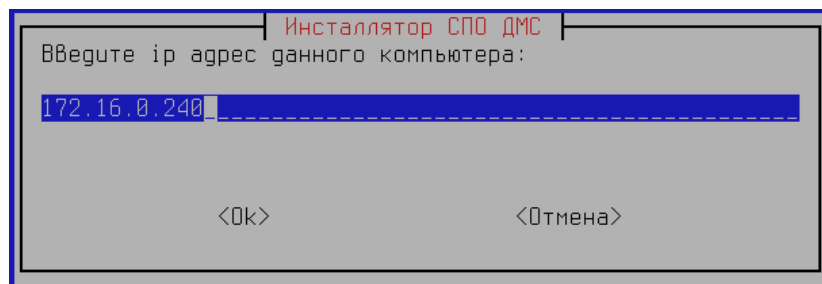

Рисунок 15 — Ввод IP-адреса компьютера
2) Далее необходимо IP-адрес, который будет назначен компьютеру. В АДС принята статическая адресация, которую рекомендуется устанавливать в соответствии с Приложением А. Установщик, по умолчанию, подставляет значение в соответствии с указанным приложением. Например, на следующем рисунке указан адрес, если ранее была выбрана установка основного сервера. (Рисунок 15).